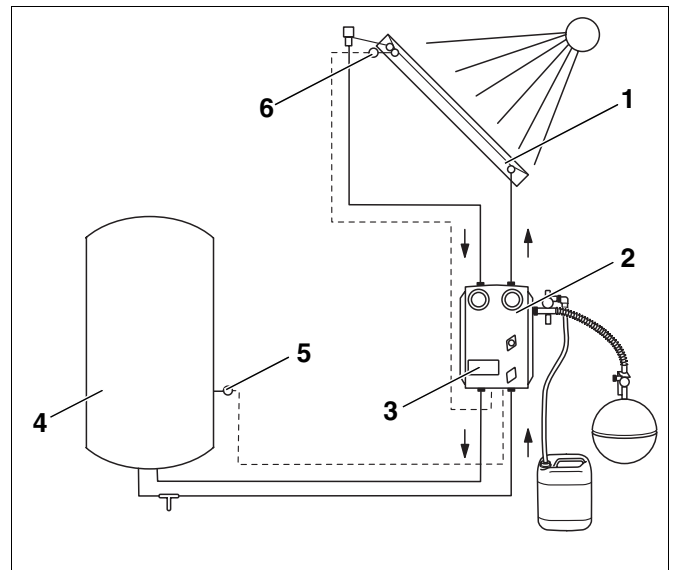

Fig. 1 Esquema de una estación solar
- Campo de colectores (fig. 1, **pos. 1**).
- Estación solar (fig. 1, **pos. 2**)
- Acumulador solar (fig. 1, **pos. 4**)
Si se excede el diferencial de temperatura ajustado entre el campo de colectores (fig. 1, **pos. 6**) y el acumulador solar (fig. 1, **pos. 5** – abajo) la bomba de circulación se conecta.
La bomba de circulación transporta el medio portador del calor en el circuito hasta el consumidor a través del panel del colector (fig. 1, **pos. 1**). Por norma general, el consumidor está constituido por un acumulador solar (fig. 1, **pos. 3**). En el acumulador solar se encuentra situado un intercambiador que transmite el calor solar obtenido del medio portador al agua potable o de calefacción.